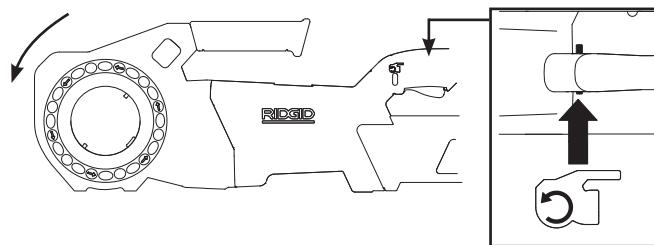

Figure 5B – Inverseur en position « Marche Arrière » (sens anti-horaire)
- Répétez ce processus avec l'inverseur en position « Marche Arrière (*Figure 5B*). Si le système d'entraînement ne tourne pas dans le sens voulu, ou que sa gâchette marche/arrêt ne fonctionne pas correctement, faites réparer l'appareil avant de l'utiliser à nouveau.